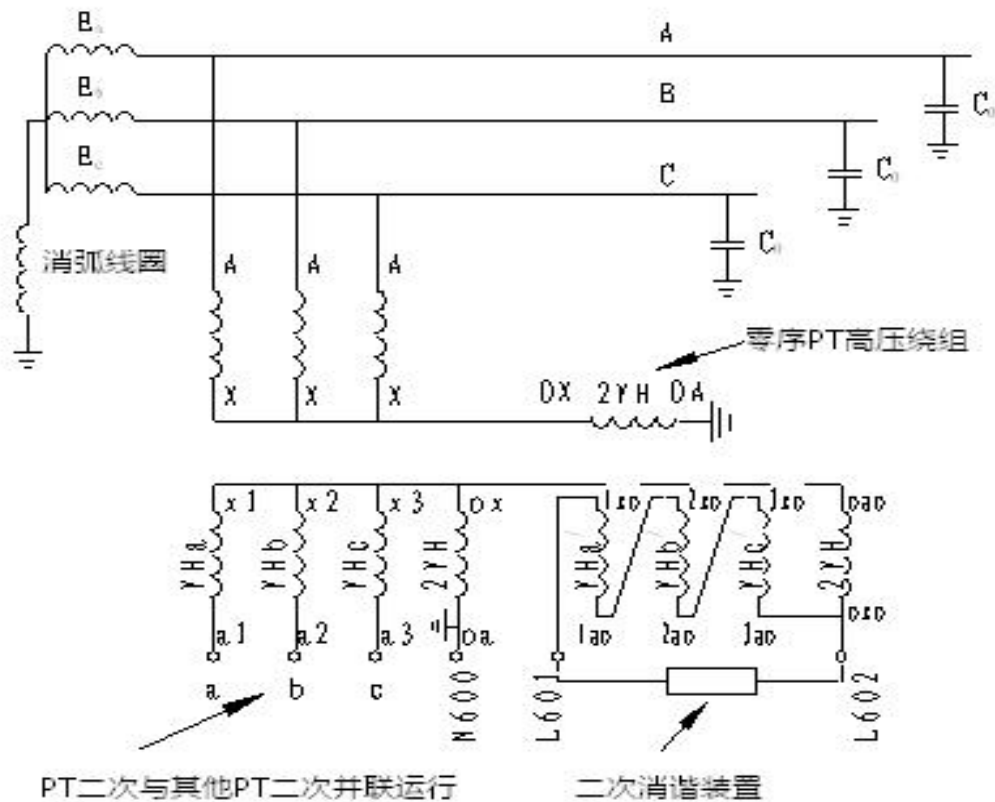

图 10 4PT 接线方式三
第三种 4PT 接线方式如图 10 所示。这种接线方式比较少见，。在图 10 中这种接线方式三相 PT 的三个二次辅助绕组即：1ao-1xo、2ao-2xo、3ao-3xo 组成开口三角 L601-L602，oa-ox 和 oao-oxo 为零序 PT 的两个二次绕组，它们与开口三角 L601-L602 组成一个大的开口三角 N600-L601。
- 对于 4PT 的接线方式三，将图 10 中零序 PT4 的高压绕组短接，将仪器的电流输出端接到图 10 中所示的开口三角 L601-L602，就可以开始测量了。